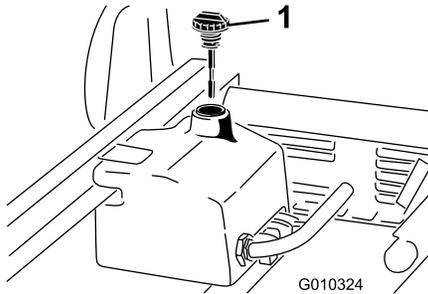

Figura 17
1. Limpe a zona em redor do tubo de enchimento e da tampa do depósito hidráulico (Figura 17). Retire a tampa do tubo de enchimento.
2. Retire a vareta (Figura 17) do tubo de enchimento e limpe-a com um pano limpo. Introduza a vareta no tubo de enchimento, retire-a e verifique o nível do fluido. O nível de óleo deverá ficar entre as duas marcas da vareta.